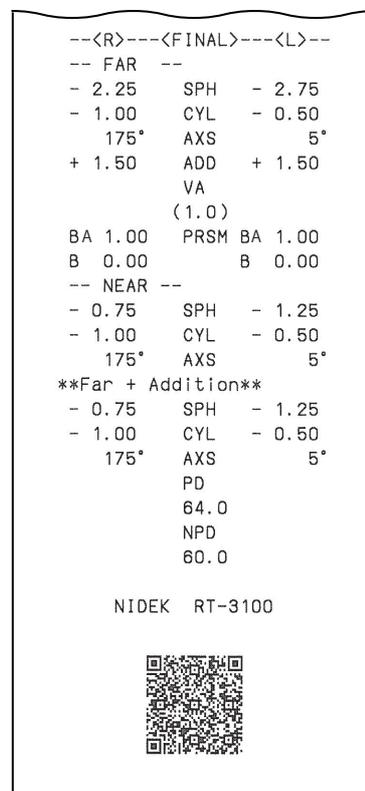

Abbildung 2
- Wenn der Parameter QR code auf „QR2“ eingestellt wird, werden alle eingegebenen Daten und der QR-Code der Enddaten gedruckt. Siehe Abbildung 2.